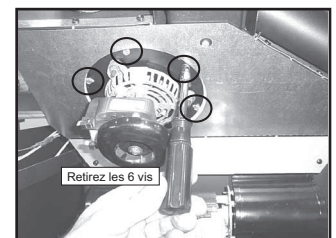

Figure 24.3
- h. Retirez les six vis au moyen d'un tournevis à tête plate ou d'une clé de 6,35 mm. Conservez les vis afin de les utiliser sur la soufflerie de remplacement. **Figure 24.3.**